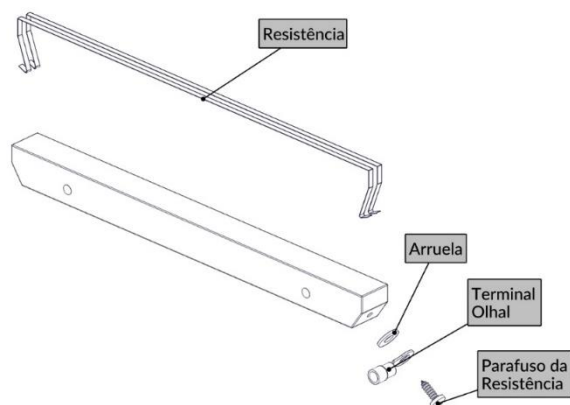

FIG. 9
1. Execute os cinco primeiros passos do item 7.4;
2. Solte os parafusos laterais que fixam a resistência (FIG. 9);
3. Remova as resistências (FIG. 9);